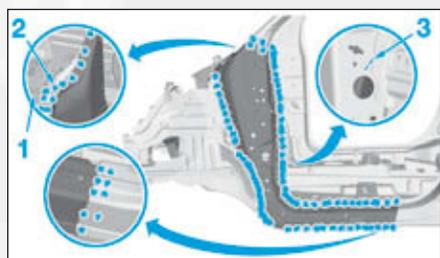

FIG.70
- Dépointer l'ensemble des points électriques (Fig.70).